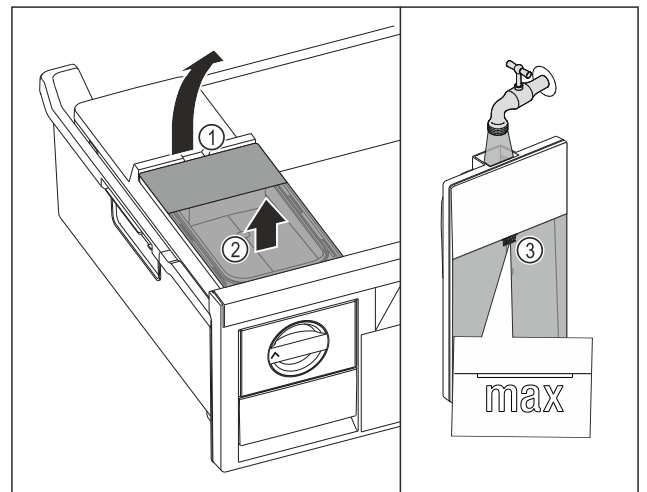

Fig. 109
- ▶ Повдигнете резервоара за вода при прореза Fig. 109 (1).
- ▶ Извадете резервоара за вода нагоре. Fig. 109 (2)
- ▶ Напълнете резервоара за вода до маркировката Fig. 109 (3) с питейна вода.